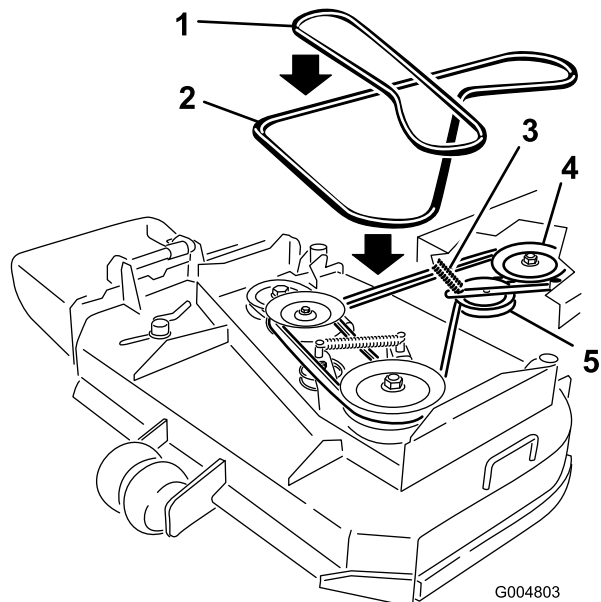

Figure 38
6. Retirez la courroie de la poulie centrale sur le plateau de coupe (Figure 38). Procédez avec précaution lors du retrait de la courroie, car la tension est augmentée par la poulie de tension rappelée par ressort.
7. Retirez la courroie de la poulie de moteur et la poulie de tension rappelée par ressort (Figure 38).
8. Placez une courroie neuve sur la poulie de moteur et la poulie de tension rappelée par ressort (Figure 38).
9. Installez la courroie sur la poulie centrale du plateau de coupe (Figure 38). Procédez avec précaution lors de la repose de la courroie, car la tension est augmentée par la poulie de tension rappelée par ressort.